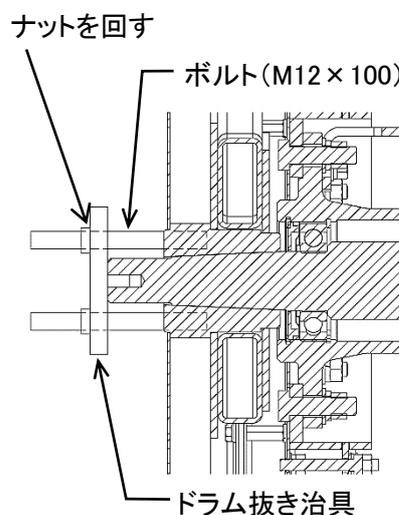
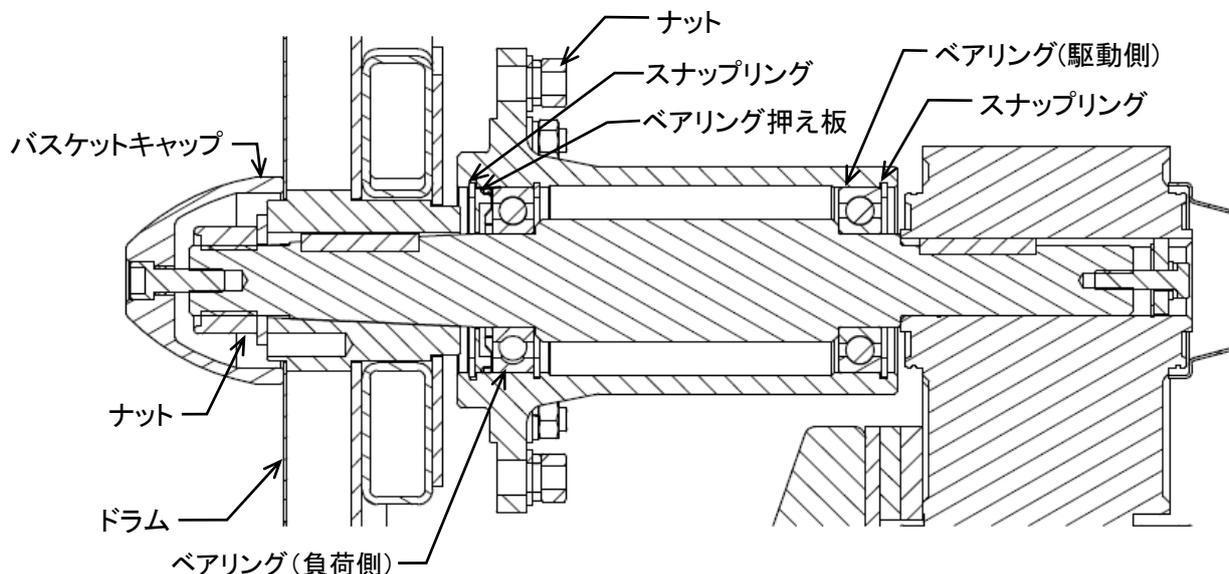

図 9-7
図 9-8
9.3.6 ベアリングケース (図 9-7, 図 9-8)
- ・ 右図を参考にドラム抜き治具を取り付けた後にナットを締めこんでドラムを主軸から外してください。(図 9-7)
- ・ ベアリングケースを固定しているナットを取り外し、後方へ抜いてください。(図 9-8)